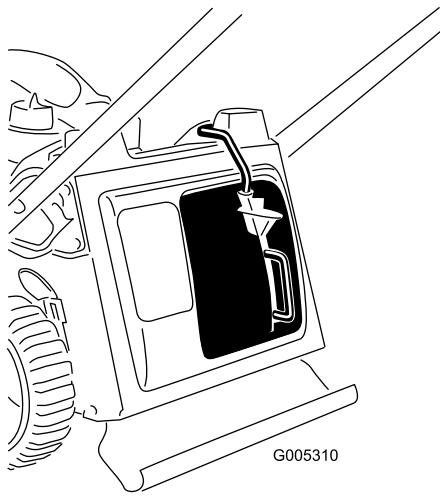

**Bild 9**
2. Drücken Sie die Taste am Hebel mit dem Daumen und setzen Sie den Mulchverschluss ganz in die Öffnung ein (Bild 9).